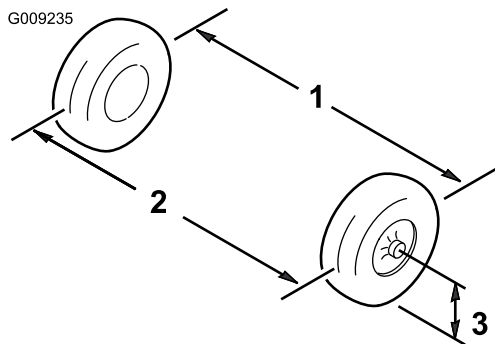

Рисунок 39
3. Измерьте расстояние между обеими передними шинами на высоте моста, с передней и задней стороны передних шин (Рисунок 39).